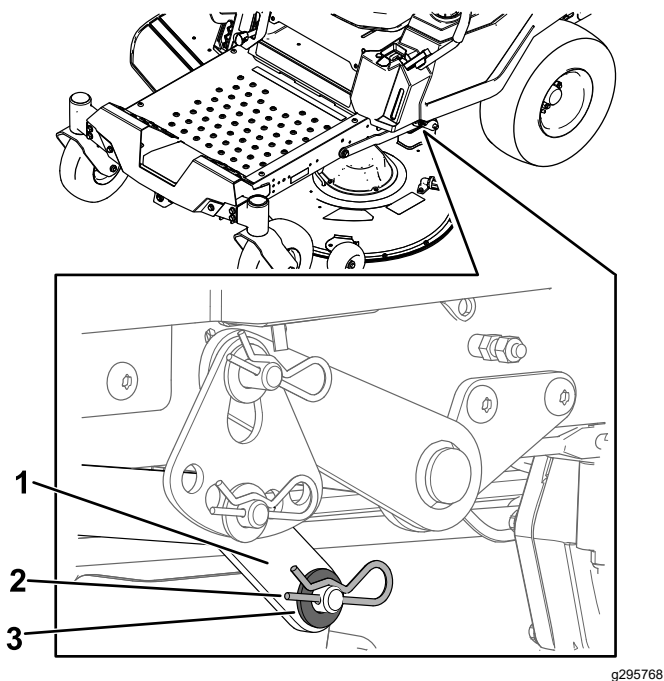

Figura 73
7. Pe o parte a mainii, îndepărtați aiba și tiftul în formă de agrafă de la tiftul punii (Figura 73).
8. Îndepărtați braul de ridicare de la tiftul punii (Figura 73).
5. Pe o latură a mainii, ridicați partea din spate a punii mainii de tuns iarba și montați braul de ridicare la tiftul punii (Figura 73).
6. Montați braul de ridicare utilizând aiba și tiftul în formă de agrafă (Figura 73).